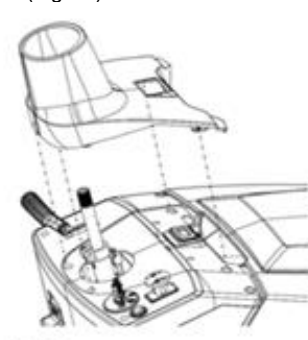

Fig.2B
2. Montați capacul tabloului de bord în poziție. (Fig.2B)